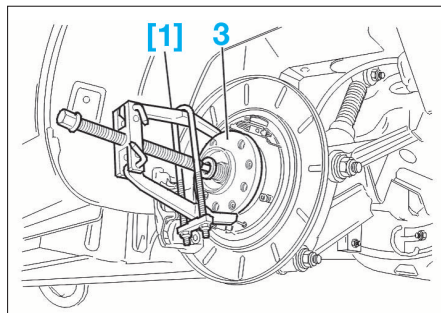

FIG. 49
- le moyeu-roulement (3) en utilisant les outils [1] et [4] (Fig.49).